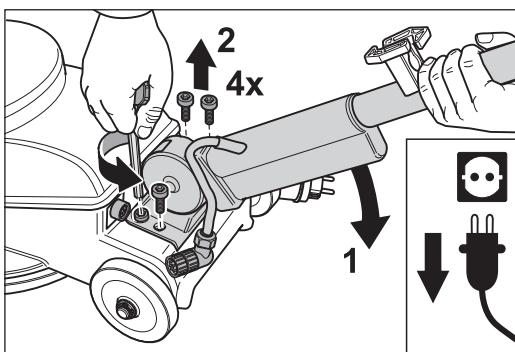

Fig. 30 Desatornillar el mango.
- 6 Con la ayuda de la llave Allen, afloje los cuatro tornillos de fijación del pie del mango. Mientras, sujete el mango con una mano (fig. 30).